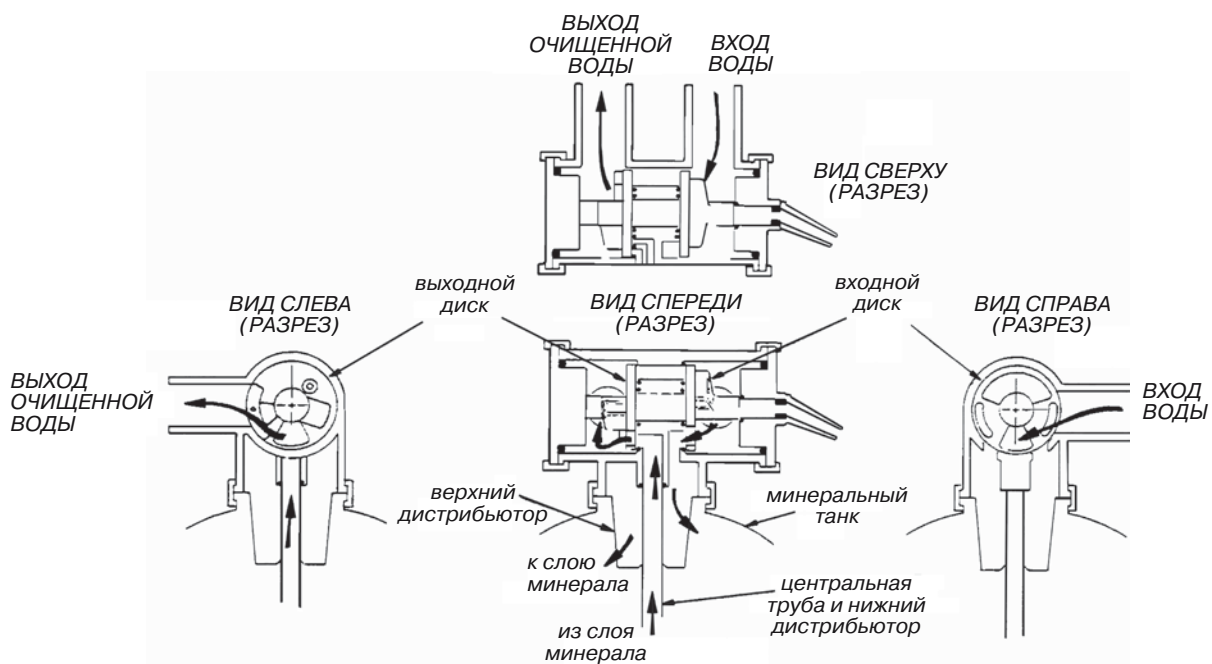

Рис. 10. Сервисный цикл
**Сервисный цикл (рис. 10).** Нефильтрованная вода поступает во входной патрубок управляющего клапана и проходит через клапан в танк с минеральным наполнителем. Вода фильтруется при прохождении через слой минерала, собирается в нижнем дистрибьюторе, поднимается по центральной трубе в клапан и выходит через выходной патрубок. Очищенная вода подается в водопровод здания.